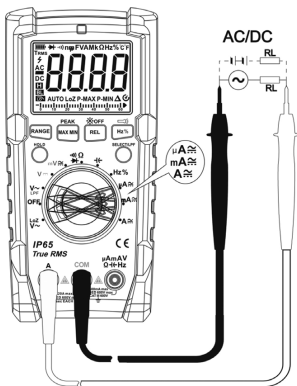

Рис. 10 Измерение силы переменного и постоянного тока
7.9 Измерение силы переменного и постоянного тока (см. рис. 10)